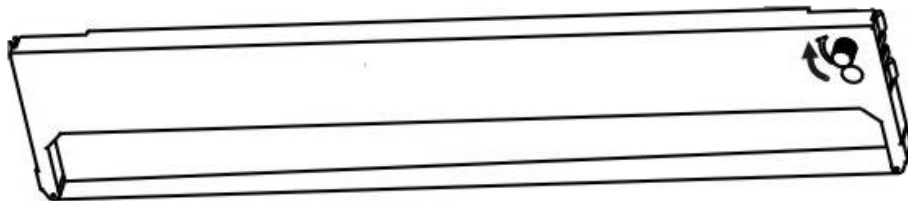

图 2-8 色带架
4. 拿住色带架，圆状旋钮（色带张紧旋钮）朝向自己，色带露出部分向下，并按色带架上的箭头方向旋转色带张紧旋钮（如图 2-8 所示），以绷紧色带，便于安装。